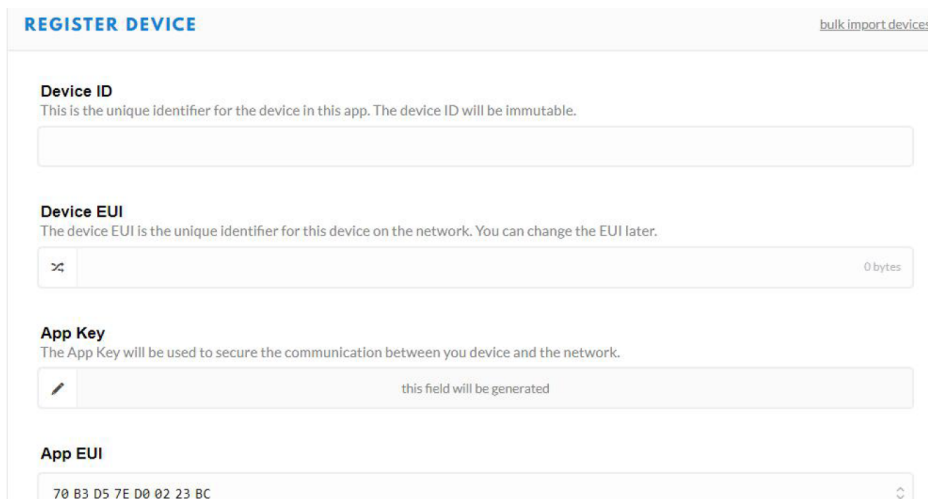

Figura 8: Tela de registro de dispositivo
- ▶ Uma nova tela surgirá conforme a Figura 8. No campo “Device ID”, escolha um identificador exclusivo, com letras minúsculas e/ou caracteres alfanuméricos. não é permitido acentos, enquanto os caracteres “-” e “_” são permitidos para separar nomes. Ex : 27890872, disp-0001;